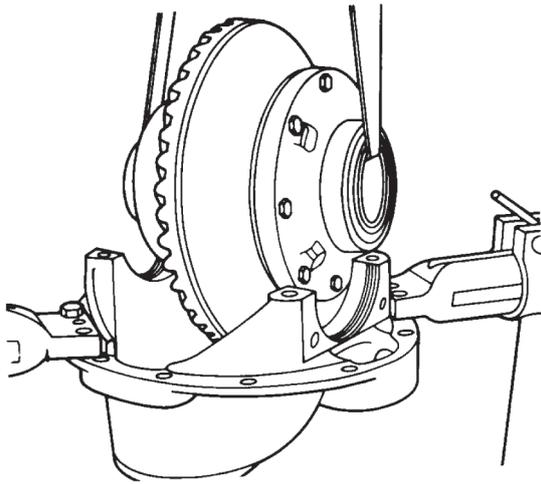

Figura 17
- Remova a caixa suporte (Figura 17).